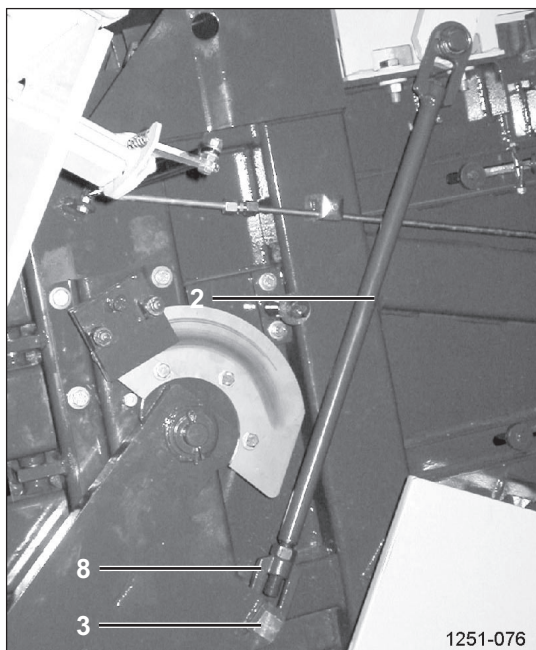

Рисунок 71
- Тяговая штанга иголок [2] – справа по направлению движения: Подгоните длину тяговой штанги иголок путем вращения головки штанги [8] (Рисунок 71).